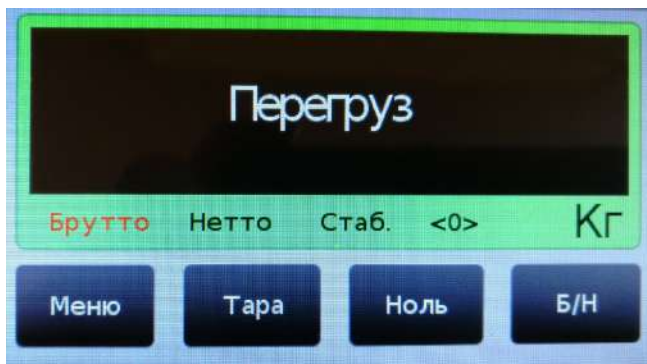

Рис. 9.2. Перегрузка весов.
9.6. Если вес груза на грузоприёмном устройстве весов превышает установленное значение максимальной нагрузки **Max** весов более, чем на 10 единиц дискретности индикации веса, на дисплее Преобразователя появляется предупреждающая надпись «**Перегруз**», см. рис. 9.2.